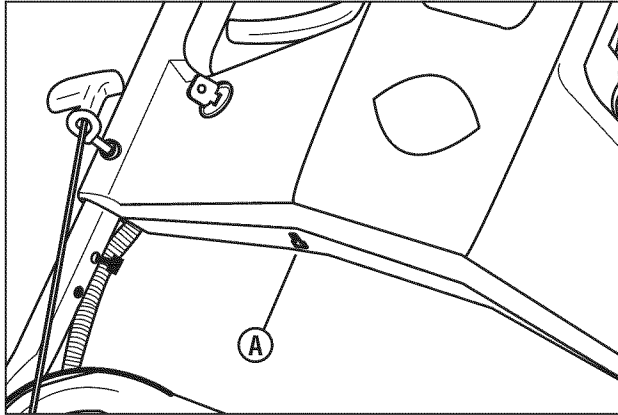

Figura 14: Puerto de carga de la batería
1. Con la ayuda del cargador suministrado, enchufe el conector del cargador en el puerto de carga de la batería (**A, Figura 14**). Enchufe el cargador en un tomacorriente y cargue la batería durante 12-24 horas. (Si la tiene cargando durante más tiempo, la batería resultará dañada.)